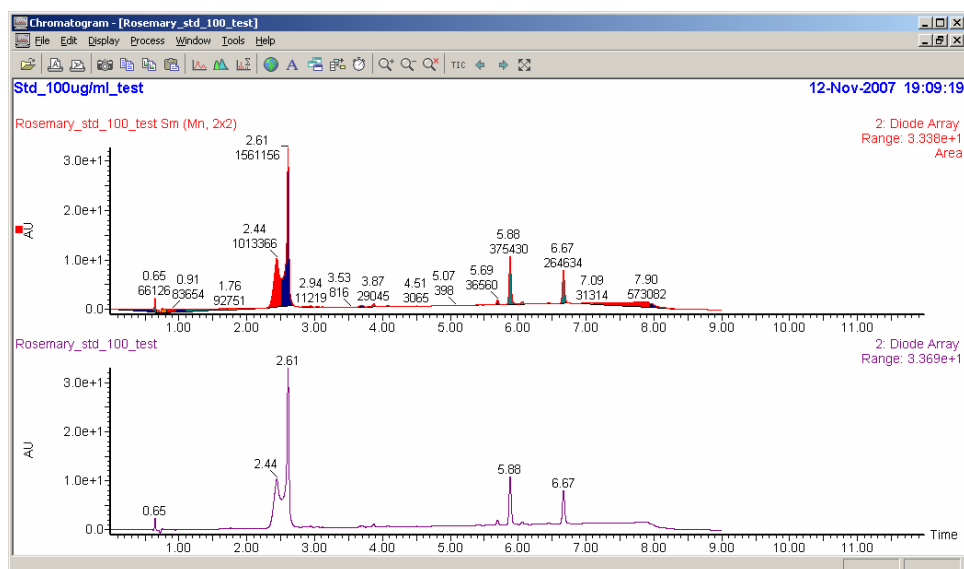

図 66 波形解析
①[Process]より[Integrate]を選択する (図 66)。
②Integrate chromatogram で OK をクリックする。